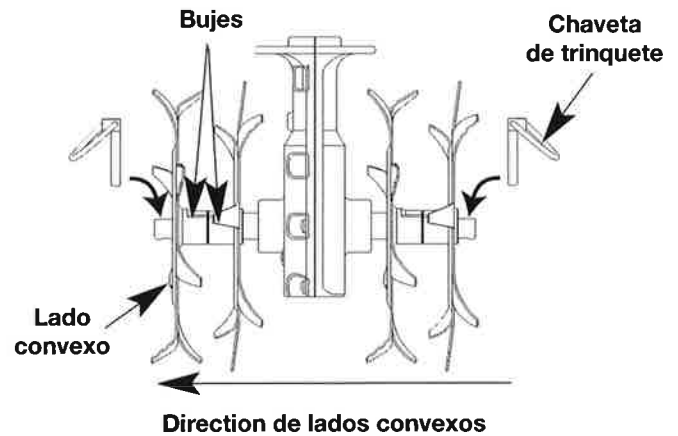

Fig. 9
2. Quite el pasador de trinquete de cada uno de los extremos del eje de los dientes. Saque los dientes deslizando el eje (Fig. 9).
4. Coloque los dientes nuevos deslizando en su lugar con los núcleos mirando uno hacia el otro (Fig. 9).